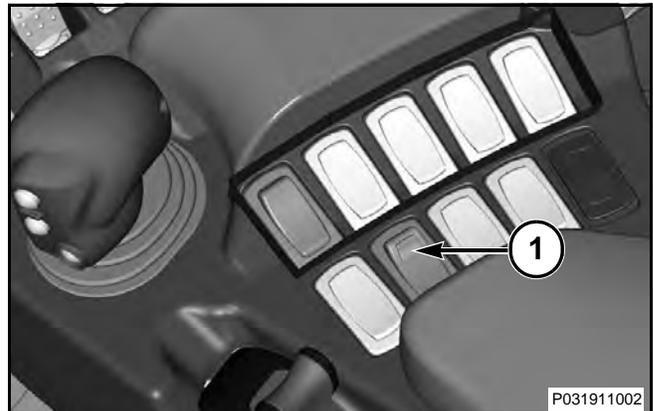

FIG. 38
FIG. 38: El interruptor de traba para conducción en carretera (1) permite que el operador desactive todas las funciones correspondientes a las válvulas de control hidráulico.